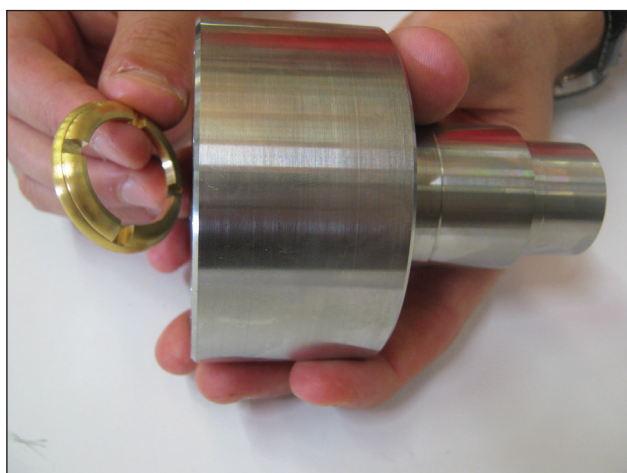

Fig. 118
- Com o suporte dos vedantes HP separado e com um pino adequado (pos. ③ Fig. 116) faça sair o pacote de H.P. (alta pressão) (pos. ④ Fig. 117), extraia, por fim, o anel da cabeça (Fig. 118).